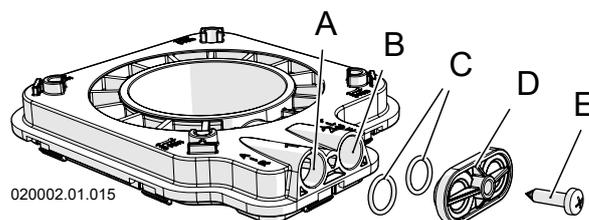

Figura 47
3. - Collegare un analizzatore di combustione nella apposita presa sul raccordo di scarico fumi "B" (Figura 47);